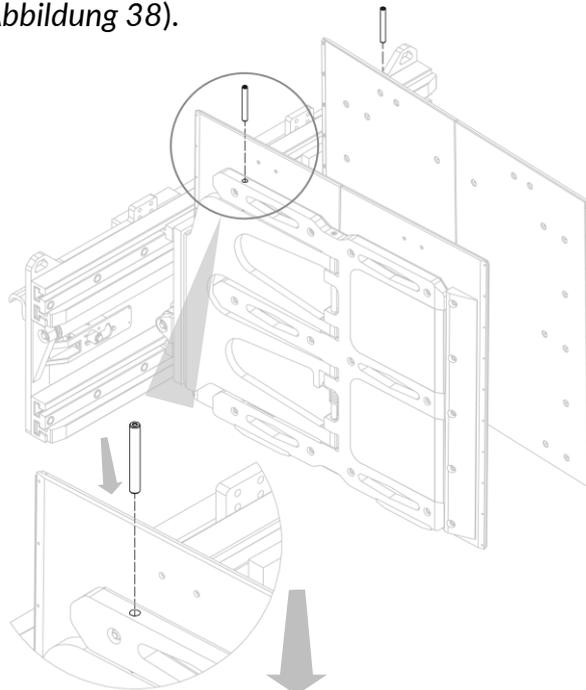
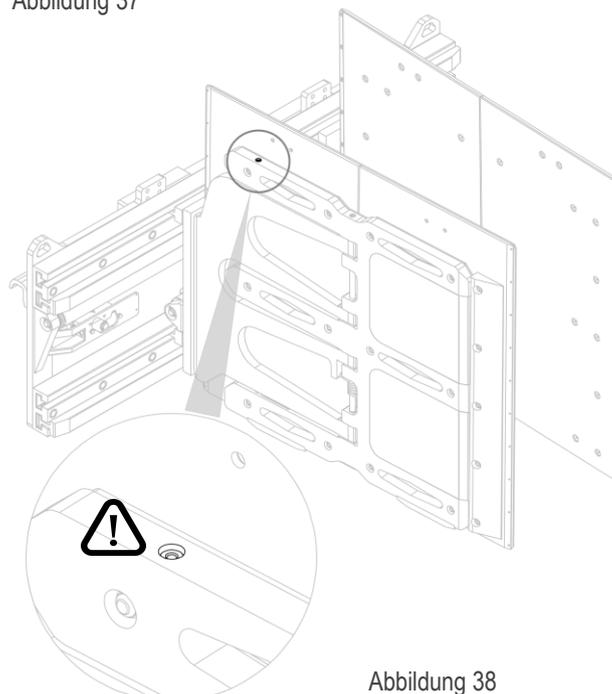

Abbildung 37
Abbildung 38
2. Stecken Sie die oberen Feststellbolzen zum Schwenken, einen nach dem anderen, in die Bohrungen der Backen (siehe *Abbildung 37*).
Bitte beachten: Der Bolzen geht bis zum Anschlag in die Gabelzinke, darum müssen beim Einstecken der Bolzen die Bohrungen der Gabelzinke und der Backe genau übereinanderliegen, das heißt der Schwenkradius der Backe auf der Gabelzinke muss 0° sein (siehe *Abbildung 37* und *Abbildung 38*).